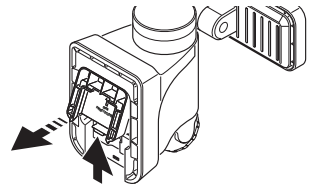

Figura 4
3. Presione hacia arriba en la aleta de bloqueo de tapa del compartimento de la pila y gire la tapa hacia afuera y abajo para retirarla (vea la Figura 4).